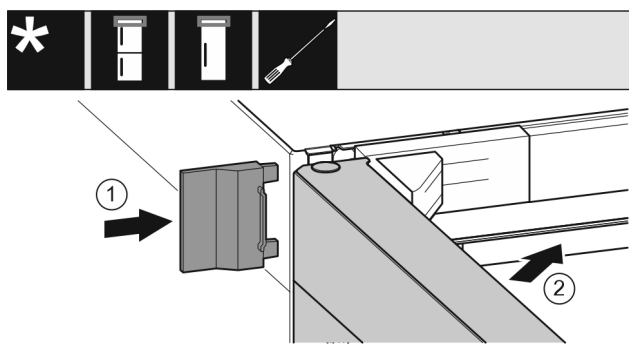

Fig. 21
- Nataknite vanjski poklopac Fig. 21 (1).
- Zatvorite gornja vrata Fig. 21 (2).